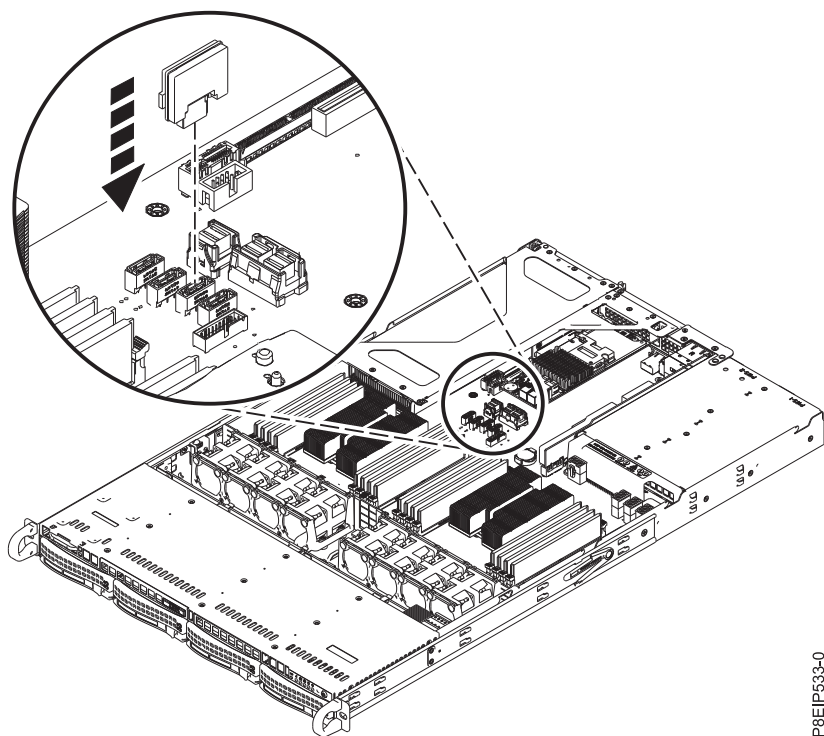

Figura 10. Instalando um DOM
2. Instale o DOM no painel traseiro do sistema, nas posições (A), conforme mostrado na Figura 10 na página 13. Dependendo do modelo do DOM, também pode ser necessário conectar um pequeno cabo